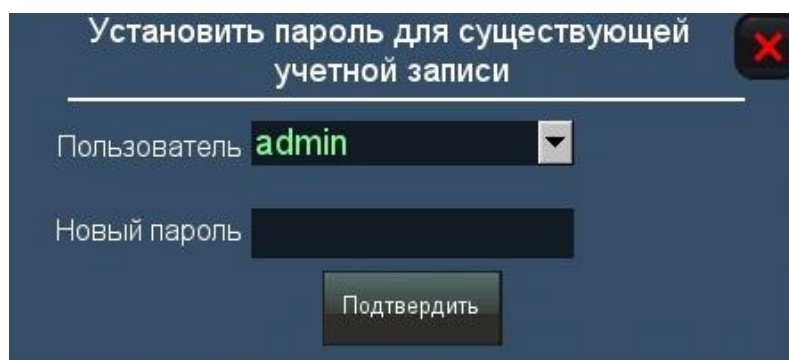
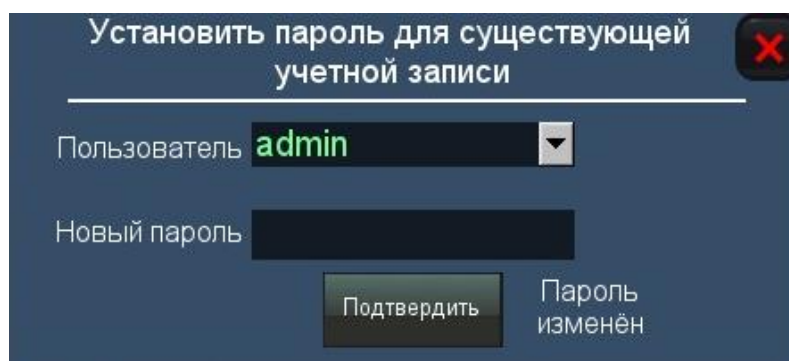

Рисунок 67 – Окно ввода пароля для существующей учётной записи
Рисунок 68 – Сообщение «Пароль изменён»
2.3.3.3 Для смены существующего пароля у пользователей необходимо, в окне основного экрана нажать на кнопку «Авторизация» (при этом заранее авторизоваться согласно 2.3.3.1), затем в появившемся окне нажать на кнопку «Сменить пароль» и появится окно (рисунок 67). Из раскрывающегося списка «Пользователь» нужно выбрать учётную запись, для которой необходимо изменить пароль, и нажать на поле «Пароль», при этом появится клавиатура (рисунок 65), с помощью которой можно задать новый пароль. После ввода нового пароля на клавиатуре необходимо нажать клавишу «Enter», клавиатура исчезнет и на окошке «Установить пароль для существующей учётной записи» появится сообщение «Пароль изменён» (рисунок 68).